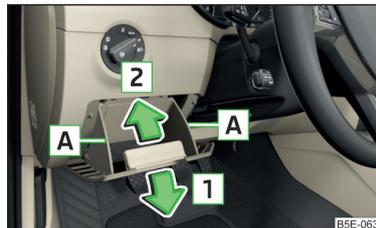

Abb. 325
- Das Ablagefach seitlich im Bereich **A** fassen und durch Ziehen in Pfeilrichtung **1** aufklappen (zum Aufklappen ist ein erhöhter Kraftaufwand notwendig) » Abb. 325.